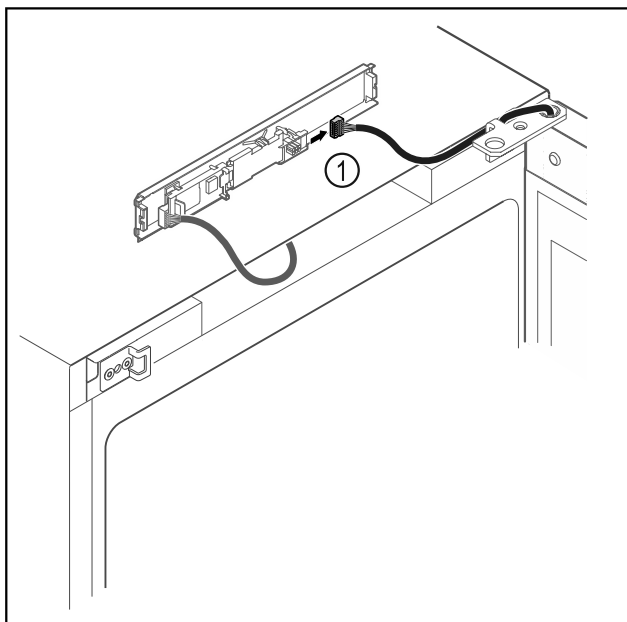

Fig. 8
- Húzza ki a dugót Fig. 8 (1) a NYÁK-ból.